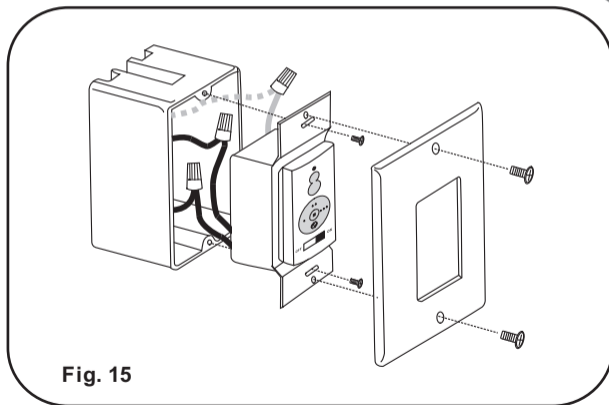

Fig. 15
Paso 3. (Fig. 15) Cuidadosamente meta las conexiones dentro de la caja de distribucion. Asegure el transmisor con los dos tornillos proveidos. Instale la cubierta decorativa y asegurela con los dos tornillos proveidos.